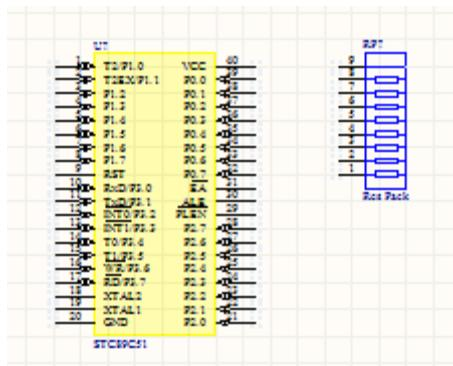

图 6-6.31 放置好自己绘制的原理图
**Step2:** 以 Step1 同样的方法放置自己绘制的排阻到原理图工作区，放置好后如图 6-6.31 所示。